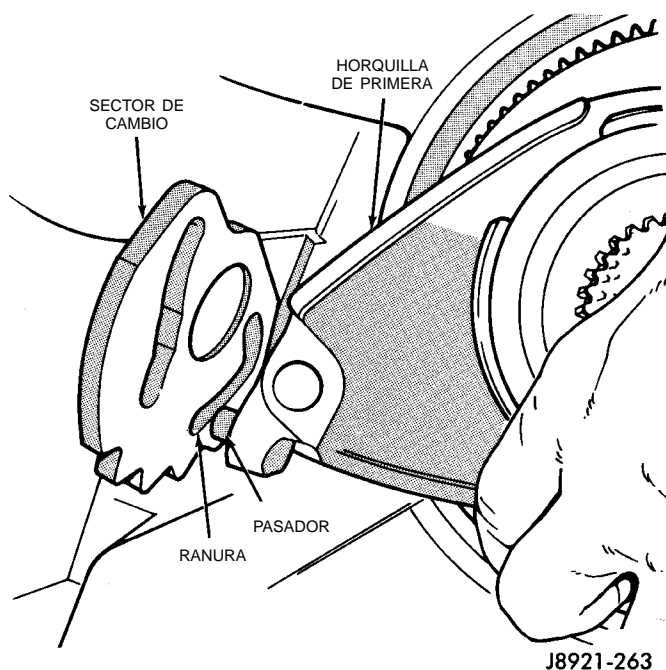

Fig. 37 Posición del sector de cambio
- (15) Retire el sector de cambio (Fig. 37).